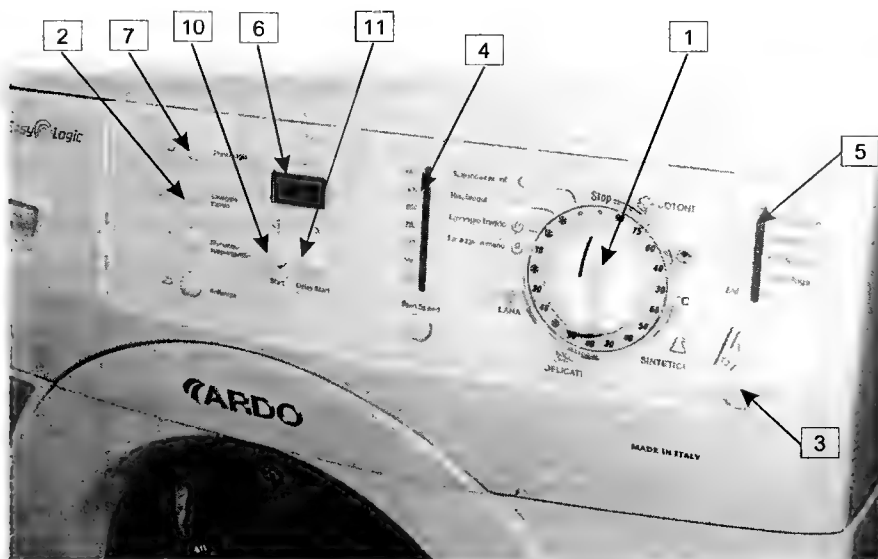
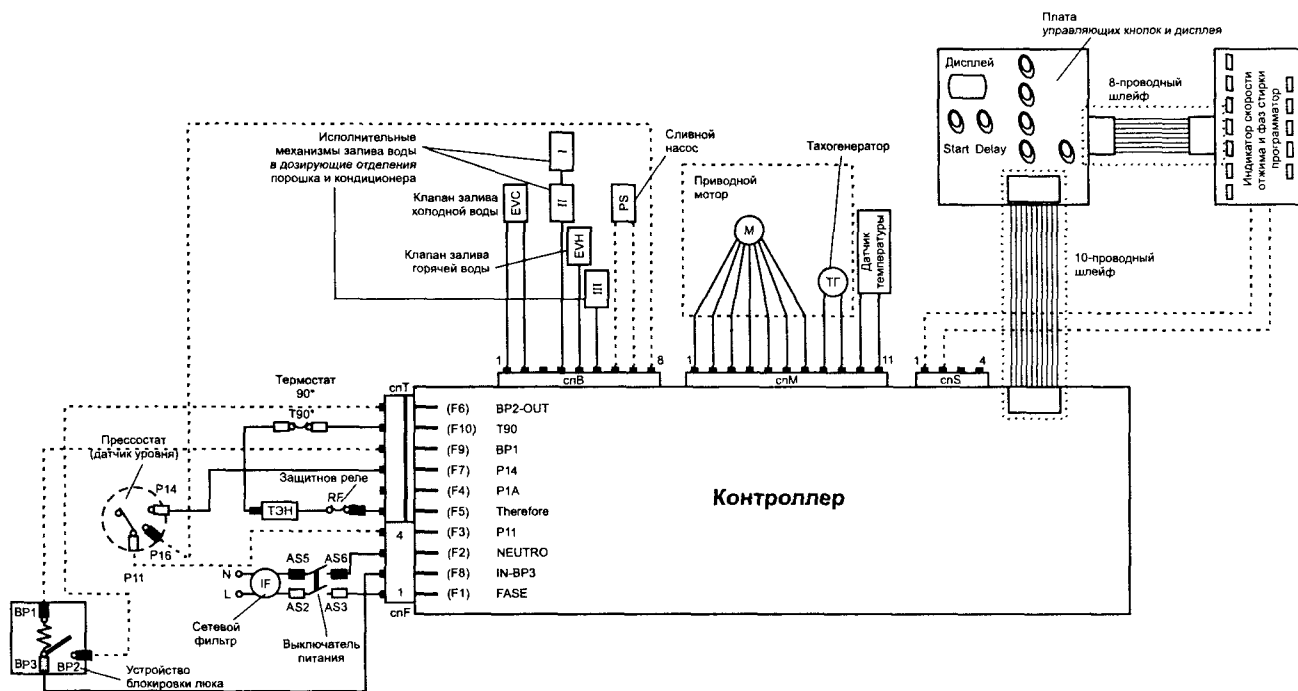

Рис. 2.1.1. Внешний вид передней панели СМ «Ardo AED 800X/1000X/1200X»
Рис. 2.1.2. Схема соединений СМ «Ardo AED 1000X»
Внешний вид передней панели СМ представлен на рис. 2.1.1. Принципиальная схема СМ этой линейки — «Ardo AED 1000X», показана на рис. 2.1.2.
- устанавливают ручку программатора (рис. 2.1.1) в положение «40 °С, ДЕЛИКАТНАЯ СТИРКА»;
катора фаз стирки 5 (рис. 2.1.1) гаснет и на дисплее 4 отображается сообщение «1.25».
В ходе выполнения шага 1 внутреннего теста можно проверить работоспособность кнопок 2, 7, 8, 9 (рис. 2.1.1): при нажатии на соответствующую кнопку она подсвечивается, при повторном нажатии — гаснет.